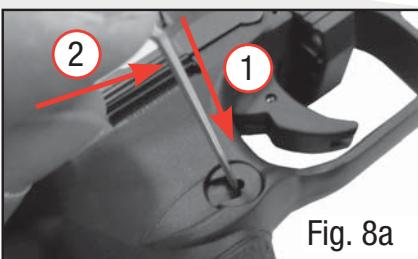

Fig. 8a
- Soulevez sans trop forcer la clé à six pans en direction de la bouche jusqu'à ce que le contre-appui se détache (ce faisant, ne pas pousser l'arrêtoir de chargeur) (fig. 8a).